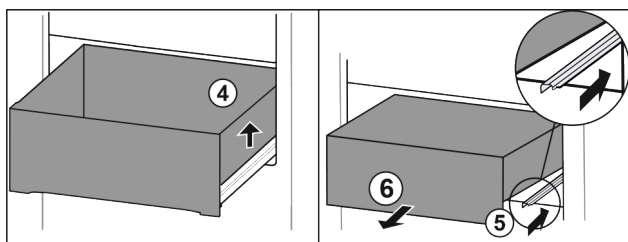

Fig. 90
- Nadvihnite zásuvku doprava. Fig. 90 (4)
- Zasuňte pravú koľajničku. Fig. 90 (5)
- Odoberte zásuvku dopredu. Fig. 90 (6)